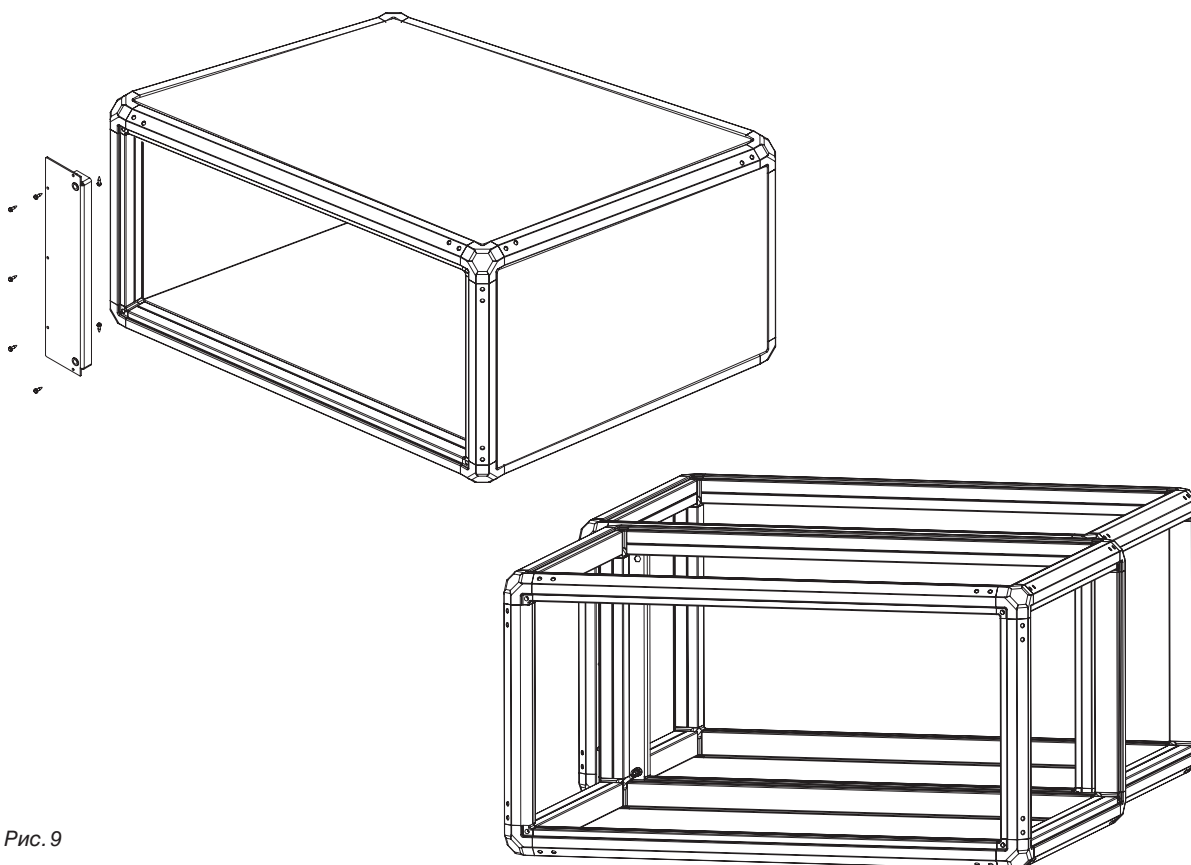

Рис. 9
**K Basic:** Холодильная машина монтируется без фронтонна в вытяжной части Basic после вентилятора с использованием вспомогательного листа (холодильная машина несколько уже агрегата Basic)- см. рис. 9. Охлаждающий теплообменник заказывается отдельным блоком в Basic-корпусе либо встроенным в модуль воздухоподготовительного агрегата. См. раздел 5 для присоединения холода.